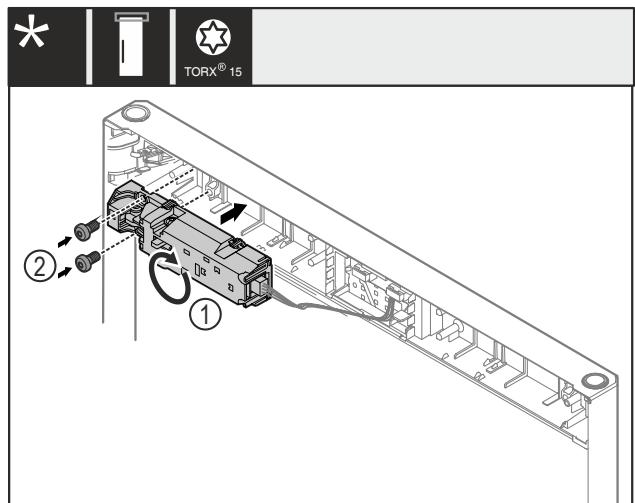

Fig. 24
- ▶ 将遥控锁 Fig. 24 (1) 转动 180°，然后安装在对面。
- ▶ 将遥控锁 Fig. 24 (1) 用螺钉 Fig. 24 (2) 固定。